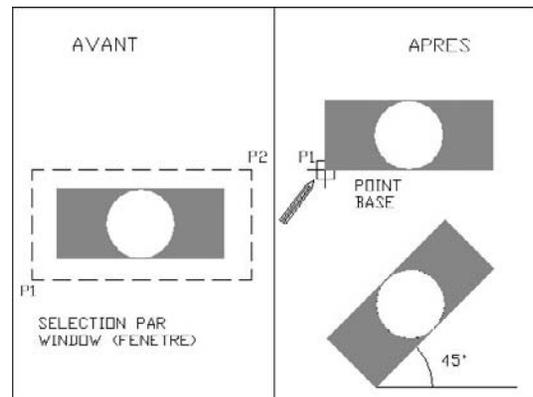

Fig.6.24
- 1] Exécuter la commande de rotation à l'aide d'une des méthodes suivantes (fig.6.24) :